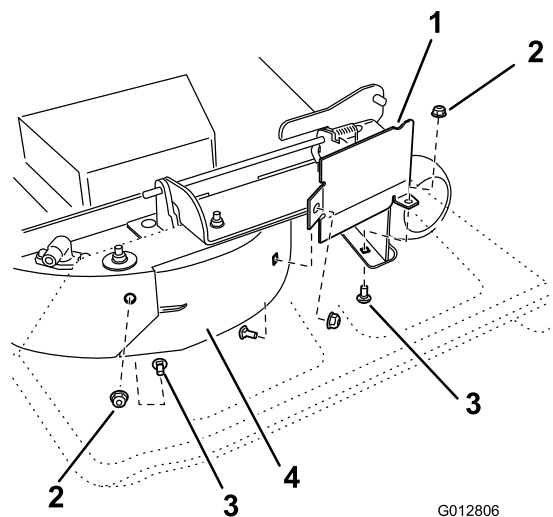

Figura 3
9. Localice el protector del deflector entre las piezas sueltas. Utilice dos pernos (5/16 x 3/4 pulgada) y dos contratuercas (5/16 pulgada) para sujetar el protector del deflector al deflector derecho y a la plataforma de corte, según se muestra en Figura 3. Apriete las fijaciones a mano.